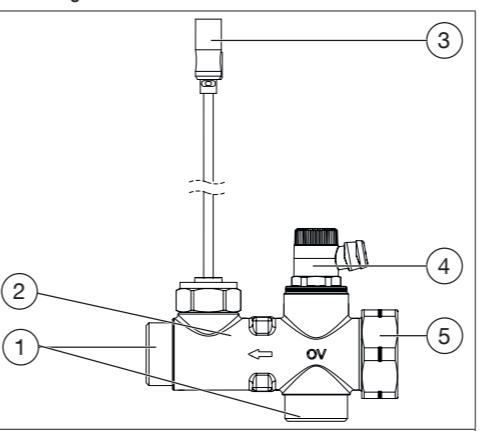

Fig. 1: Configuration
- Desserrer les écrous de serrage (voir Fig. 1 (1)) du capteur de débit et démonter la tuyauterie.
i S'il existe un module de bouclage d'E.C.S., retirer le capuchon (voir Fig. 1 (5)).
- Placer les joints fournis dans les écrous de serrage (voir Fig. 1 (1)) et serrer ces derniers. (Couple 45 Nm).